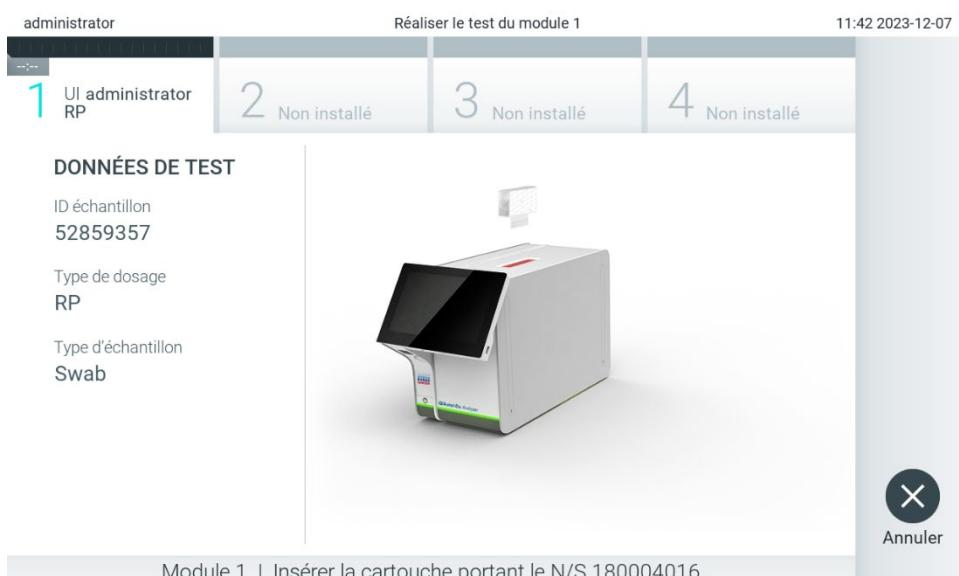

Figure 27. Insertion d'une cartouche de dosage QIAstat-Dx dans le QIAstat-Dx Analyzer 2.0.
7. Assurez-vous que les deux couvercles d'échantillons du port d'introduction des écouvillons et du port principal de la cartouche de dosage QIAstat-Dx sont solidement fermés. Lorsque le port d'insertion de la cartouche situé sur le dessus du QIAstat-Dx Analyzer 2.0 s'ouvre automatiquement, insérez la cartouche de dosage QIAstat-Dx avec le code-barres orienté vers la gauche et les chambres de réaction orientées vers le bas (figure 27).